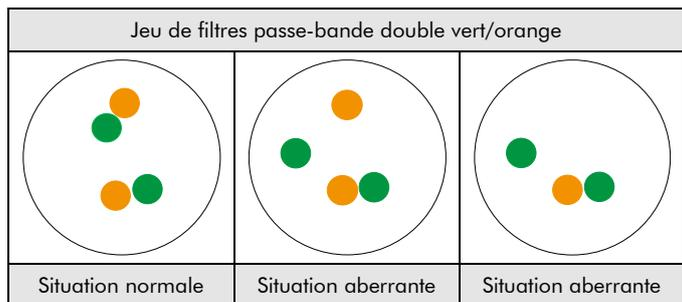

Fig. 2: Résultats attendus dans les noyaux en interphase normaux et présentant une aberration
**Situation normale :** Dans les interphases de cellules normales ou de cellules sans translocation impliquant la région du gène RET, deux signaux de fusion vert/orange apparaissent (Voir figure 2).
**Situation aberrante :** Une région du gène RET affectée par une translocation est indiquée par un signal vert et un signal orange distincts. Les signaux verts isolés sont le résultat de délétions proches de la région du point de rupture RET. Les inversions impliquant des gènes très proches, tels que CCDC6, peuvent ne pas être observables en raison d'une séparation subtile des signaux. (Voir figure 2).